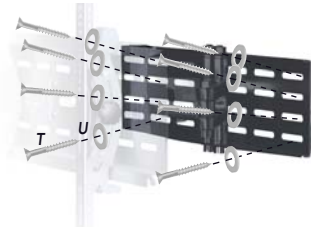
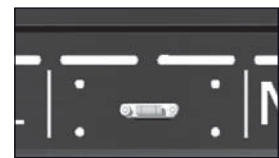
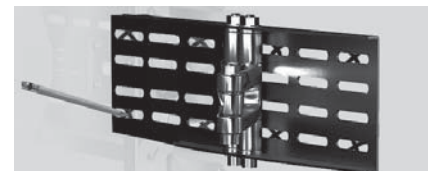
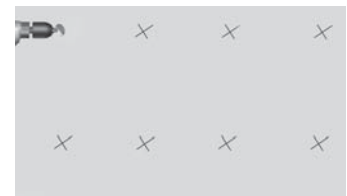

Figura 2
Figura 3
Figura 4
Figura 5
**Cómo fijar la placa de pared a la pared:** Se recomienda que consiga un ayudante para fijar la placa a la pared. Podría ser de utilidad que marque el montante con un lápiz antes de taladrar el agujero para el tornillo hexagonal (figura 4). Taladre un agujero piloto en el montante con una broca de 1/8". Luego de colocar la placa de pared en la posición correcta sobre los montantes, utilice la llave hexagonal (W) para fijar la placa de pared a uno de los montantes con un tornillo hexagonal y una arandela hexagonal (T y U), a través del agujero de fijación superior izquierdo. Apriete parcialmente el tornillo. Lo apretará completamente luego de haber colocado todos los demás tornillos. Utilice el nivel de burbuja como guía (figura 3) para nivelar la base de pared y fijela al otro montante mediante un tornillo hexagonal y una arandela hexagonal, a través del agujero de fijación superior derecho. Ahora apriete completamente ambos tornillos hexagonales. Proceda a fijar a los montantes los 6 tornillos hexagonales restantes junto con sus arandelas, del modo indicado en la figura 2.
1b. **Cómo fijar la base de pared a paredes de bloques de concreto o de ladrillo:** Coloque la placa de pared a la altura a la que desea instalar la base para televisores de plasma o de LCD. Marque la posición de los seis agujeros que utilizará para colocar los anclajes para paredes de concreto o de mampostería (figura 4). Utilice el nivel de burbuja incorporado para garantizar una instalación correcta (figura 3). Utilice un taladro eléctrico de mano con una broca para mampostería (1/2" o 13 mm (figura 5)) para hacer los agujeros para los anclajes. Los agujeros en la pared deben tener una profundidad al menos igual a la longitud de los tornillos (3 pulgadas). Inserte los anclajes en los agujeros y martillelos suavemente hasta que queden a ras con la pared (figura 6).
Fije la placa de pared mediante otro tornillo hexagonal y otra arandela hexagonal a través del agujero de fijación superior derecho, y luego proceda a fijar los 6 tornillos hexagonales restantes junto con sus arandelas a los anclajes correspondientes, como se muestra en la figura 2. Asegúrese de que todos los tornillos estén bien apretados.